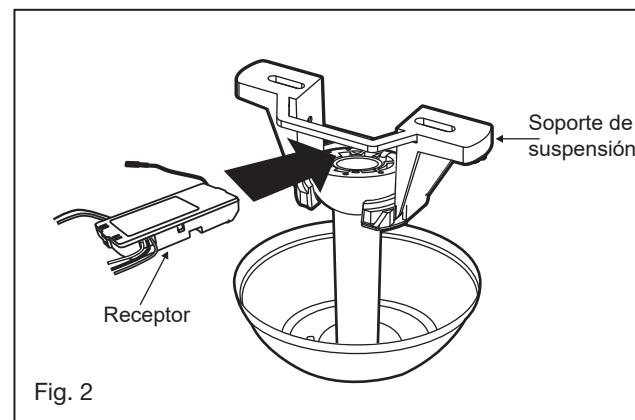

Fig. 2
- 3 Desserrez les deux vis de sécurité et retirez la goupille de la tige de suspension au lieu de la goupille d'attelage de l'accouplement sur le dessus de l'ensemble moteur. (Fig.2)
- 4 Inserte el receptor en el soporte de montaje en el techo con el lado plano del receptor hacia el techo. (Fig. 2) Para un mejor rendimiento, asegúrese de que la Antena Negra, en el extremo del receptor, permanezca extendida y sin enredarse con ninguno de los cables eléctricos.